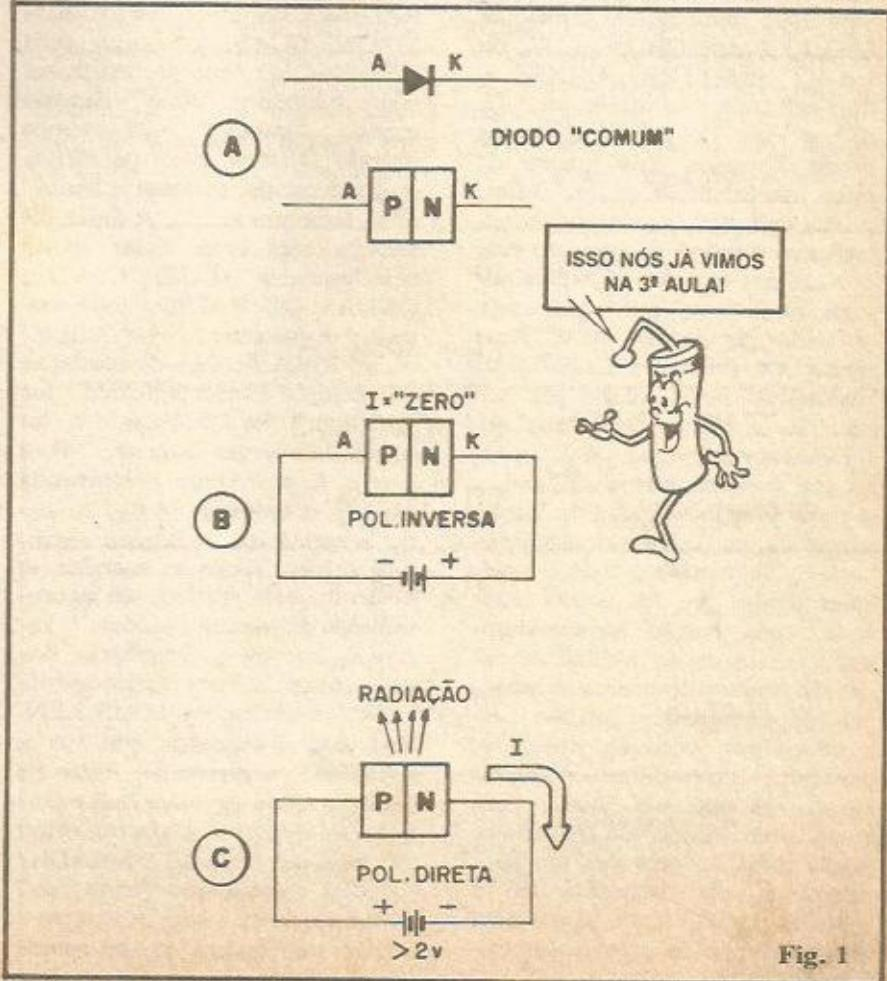

Fig. 1
- FIG. 1-A - Conforme já vimos, um DIODO "comum" é formado pela junção de materiais semicondutores (silício, por exemplo...) "dopados" com impurezas especificamente calculadas para que assumam "polaridades" P ou N, respectivamente tendo como portadores da corrente elétrica, "buracos" ou elétrons livres (ver "Aula" nº 3 da ABC). A figura
- FIG. 1-B - Também já vimos que a junção semicondutor que forma um DIODO, ao receber polarização INVERSA (positivo da fonte de alimentação aplicado ao seu material N, e negativo ligado ao lado do material P...) veda a passagem de corrente, uma vez que a barreira de potencial que se estabelece na dita junção alargase, tornando-se, na prática, "intransponível" aos portadores de corrente.
- FIG. 1-C - Já quando a polarização aplicada à junção/DIODO é DIRETA (positivo no P e negativo no N), os portadores de corrente têm "trânsito livre", e a estrutura permite, então, a passagem da corrente. UM LED (cujo nome vem das iniciais em inglês de DIODO EMISSOR DE LUZ, ou LIGHT EMITTING DIODE...), cuja estrutura é mostrada em 1-C, não é mais do que um simples diodo, formado pela junção de dois materiais semicondutores, porém com uma importante característica: é capaz de (quando percorrido por corrente fornecida por uma fonte cuja polaridade seja aplicada de forma DIRETA...) emitir luz (visível ou não...)! É importante notar, desde já, que não são os blocos de material semicondutor integrantes do conjunto que se "iluminam"... É, sim, a própria junção que emite radiação luminosa, nas circunstâncias indicadas! Na verdade, todo e qualquer diodo (ou, em outras palavras, toda junção semicondutora...) emite certas formas de radiação, dentro do chamado espectro eletromagnético, quando percorrido por corrente (estando, portanto, diretamente polarizado...). Mesmo um diodo "comum", de silício ou germânio, emite radiação pela sua junção... Entretanto, tal radiação não é visível, por não situar-se na faixa "enxergável" do espectro eletromagnético...
dronizamos em torno de 2V. Aquele "V" deitado que se vê na figura (entre os termos "V" e "2V"... ) é uma notação matemática que significa: o termo junto ao lado "aberto" do "V" deitado é maior do que o termo junto à ponta do "V" deitado (Vocês já viram "isso" na fig. 1-C, lá no começo da presente "Lição"...). Aqui, porém, começa a "matemática da coisa" (como diz o QUEIMADINHO, sempre na sua maldita missão de pentelhar...) que, porém, não tem nada de difícil... Para que a MÁXIMA CORRENTE DIRETA não seja ultrapassada, temos que fazer alguns pequenos cálculos, e usar um componente capaz justamente de "segurar" ou "resistir" ao eventual excesso da dita corrente... "QUEM" é capaz disso? Uma semana de férias, tudo pago, sem agasalho, no Polo Sul, para quem respondeu "O RESISTOR"...! Sempre que a fonte de corrente apresentar uma tensão V maior do que os 2V "precisados" pelo LED, temos que intercalar o resistor R (chamado muito propriamente, no caso, de RESISTOR LIMITADOR...). De acordo com a "velha" Lei de Ohm, se a tensão for fixa, quanto maior for